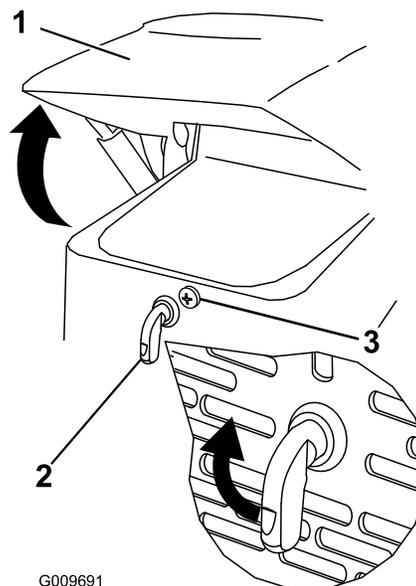

Рисунок 25
1. Ослабьте запорный винт капота (Рисунок 25)
2. Поверните защелку капота по часовой стрелке (Рисунок 25).
3. Откиньте капот вверх (Рисунок 25).
3. Затяните запорный винт капота, чтобы закрепить защелку (Рисунок 25).